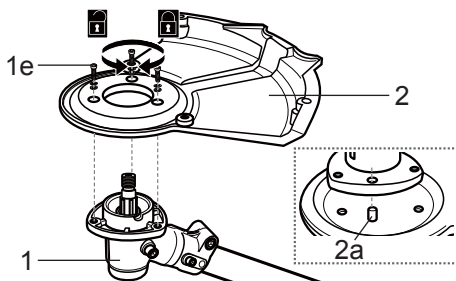

Fig. 4
- > Alignez le capot de protection [2] avec la tête de montage [1]. Veillez à ce que la goupille de guidage [2a] soit bien en face du trou correspondant situé dans le capot [2] (voir détail sur la Fig. 4).